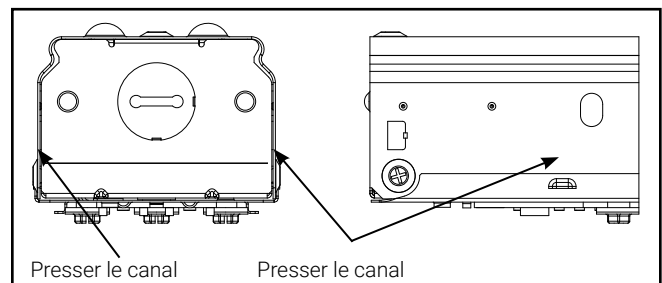

Figure 2.
2. Retirez le couvercle du canal en le pressant vers l'intérieur sous chaque onglet (Figure 2). Soulevez progressivement le couvercle en continuant à presser le canal à chaque emplacement de la languette.